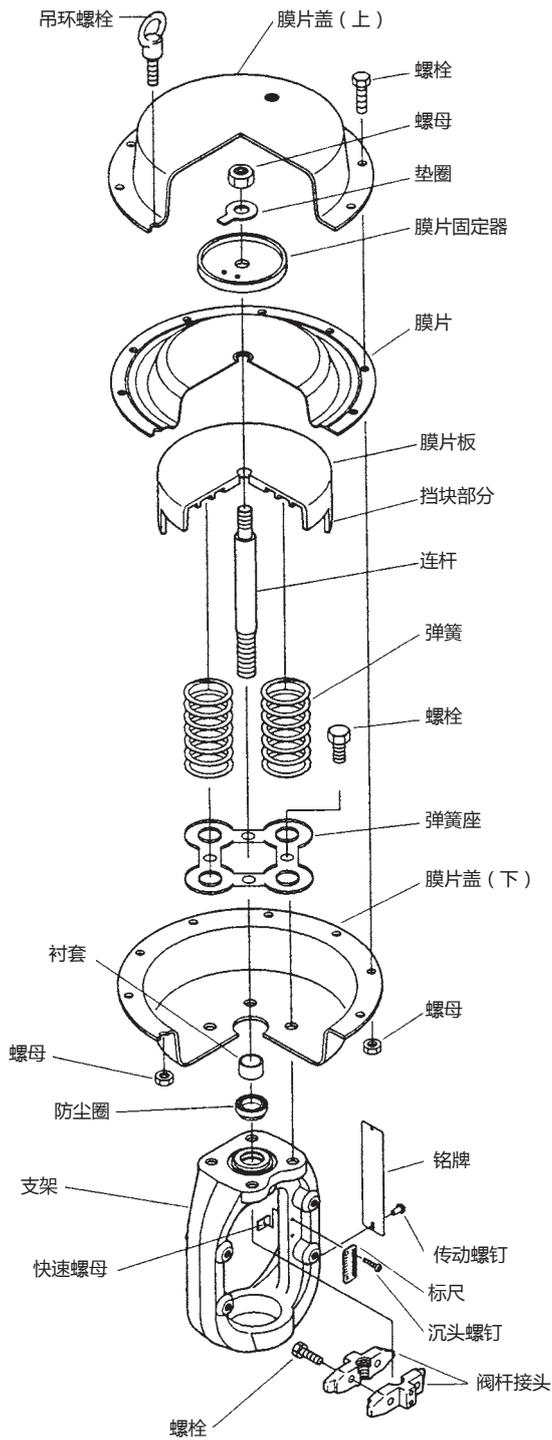
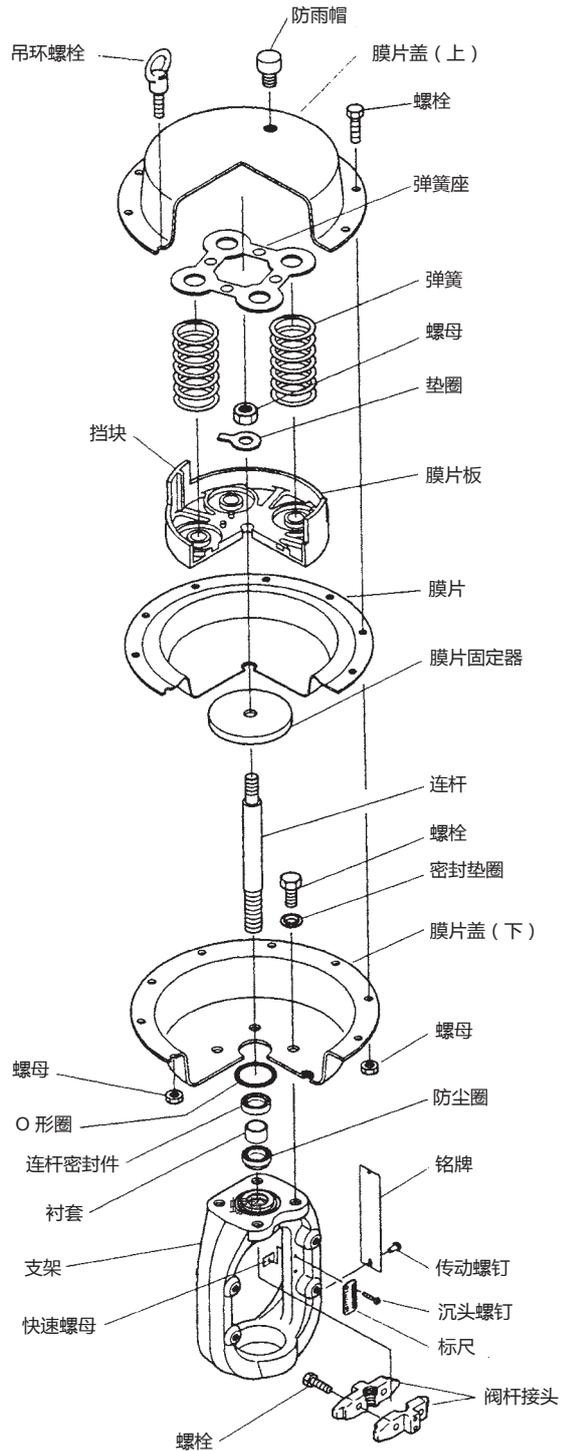

图 4-4 正作用型号 PSA1D
图 4-5 反作用型号 PSA1R
A. 正作用型(参见图 4-4)
- (1) 断开气管,然后从执行机构上拆下附件。
- (2) 拆下阀杆接头。
- (3) 从膜片盖上拆下固定螺栓(一对吊环螺栓除外)。
- (4) 交替并均匀松开一对吊环螺栓。使用这对吊环螺栓可对弹簧进行初始定位。
- (5) 拆下膜片盖。将执行机构连杆向上拉,并连同膜片一起拉出。
- (6) 取出弹簧。
B. 反作用型(参见图 4-5)
- (5) 拆下膜片盖。取出弹簧。
- (6) 将执行机构连杆向上拉,并连同膜片一起拉出。
参见图 4-4。
参见图 4-5。